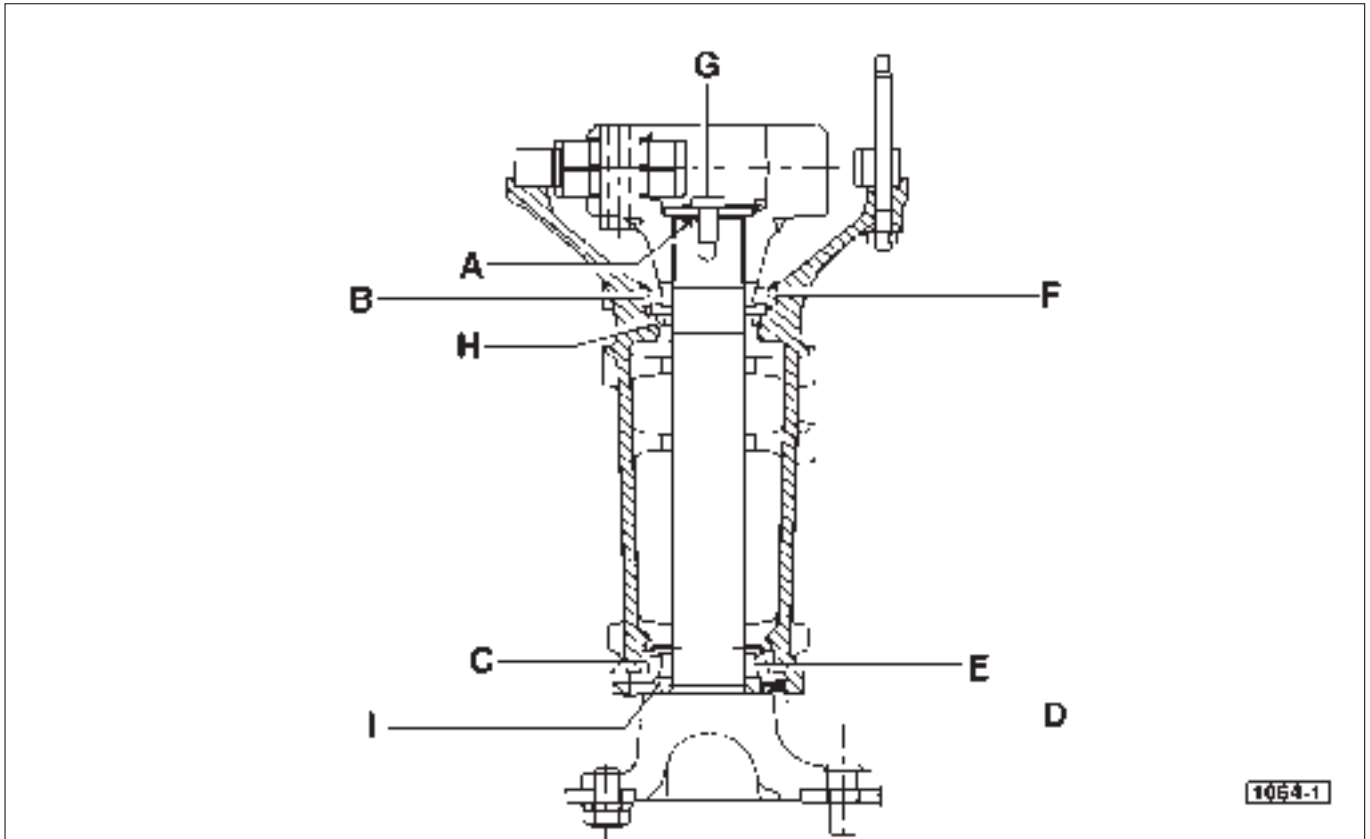

Fig. 2 - Montage de paliers arrière.
## Montage des demi-arbres arrière (fig. 2)
- Le positionnement correct du demi-arbre dans le support est réglé par un empilage de cales d'épaisseur **A** représenté sur la figure 2.